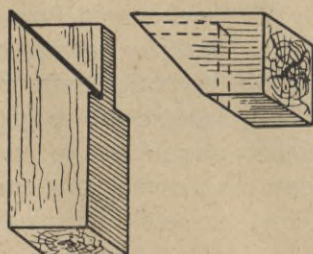

Fig. 115.
**6. Zwiđłowanie na ucios** (Zusammenschlitzen auf Gehrung) (Fig. 115). Drzewo zacina się stosownie do tego, czy chcemy, aby spojenie widoczne było z jednej, czy z obu stron drzewa. W pierwszym wypadku jedna tylko strona zwiđłowania obcina się na ucios i do tego należący czop z jednej strony osadza się pod kątem  $45^\circ$ ; w drugim zaś wypadku robi się to z obu stron drzewa.